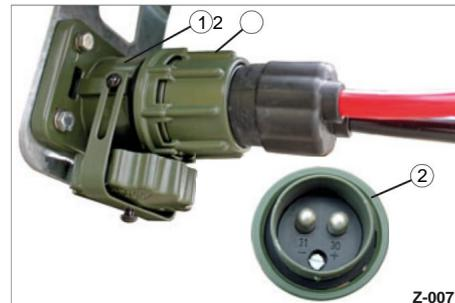

Fig. 11 Alimentazione collegata
- ÿ Inserire la spina NATO (Fig. 11/2) nella presa NATO (Fig. 11/1) e avvitare il collegamento.